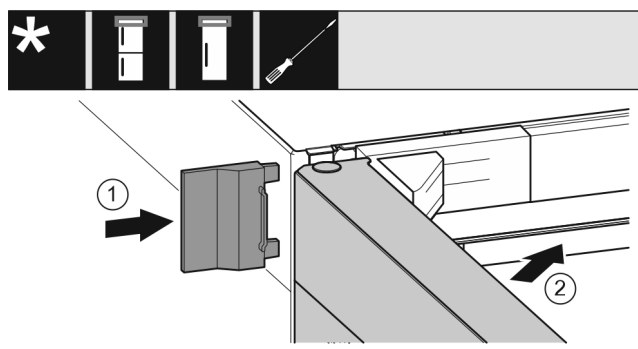

Fig. 27
- ▶ Wsunąć zewnętrzną osłonę Fig. 27 (1).
- ▶ Zamknąć górne drzwi Fig. 27 (2).